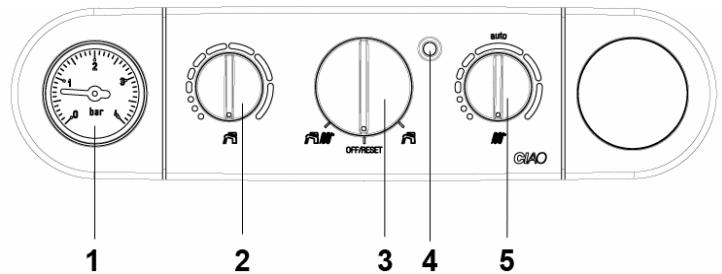

Рис. 4.1
- откройте кран подпитки (D) до тех пор, пока давление на манометре, расположенном на панели управления (рис. 4.1), не достигнет приблизительно 1 бар.
- подайте электропитание на котел и установите переключатель режимов работы в положение «лето»  или «зима»  (рис. 4.1) в зависимости от того, какой режим работы вам нужен.